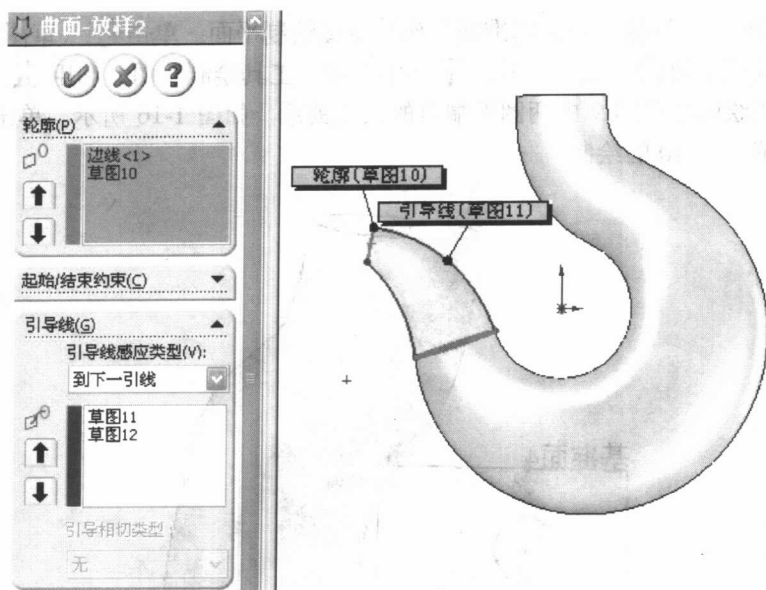

图 1-17 曲面-放样 2
⑤ 创建曲面-放样 2。单击曲面工具栏中的  (放样曲面) 工具, 或单击菜单工具栏中的“插入”→“曲面”→“放样曲面”命令, 显示“放样曲面”属性管理器。依次选择曲面放样 1 生成的边线和草图 10 作为“轮廓”, 选择草图 11 和草图 12 作为“引导线”, 如图 1-17 所示, 单击  (确定) 按钮。